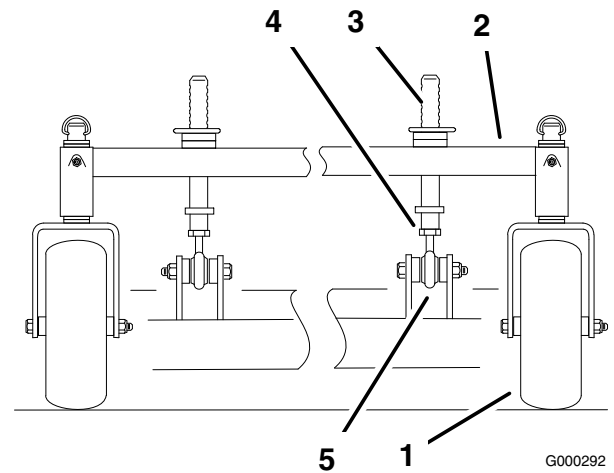

Figure 70
2. Pour élever l'avant du plateau de coupe, desserrez le contre-écrou et tournez la goupille avant dans le sens horaire (Figure 70).
3. Pour abaisser l'avant du plateau de coupe, desserrez le contre-écrou et tournez la goupille avant dans le sens anti-horaire (Figure 70)
6. Resserrez les écrous de blocage (Figure 70).
1. Vous pouvez régler les montants de hauteur de coupe avant pour modifier l'inclinaison avant/arrière (Figure 70).